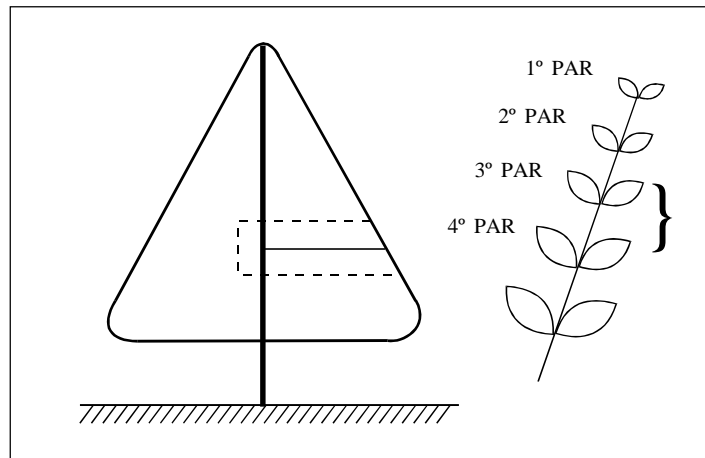

Figura 1. Amostragem das folhas para análise: o 3º e o 4º pares são colhidos; 1º par = folhas com cerca de 2,5 cm de comprimento.
b) Amostragem: coleta do 3º e do 4º pares de folhas, na altura média da planta, num total de 50 pares de folhas/gleba, em 25 plantas, colhendo 2 pares, um de cada lado da planta (Figura 1).